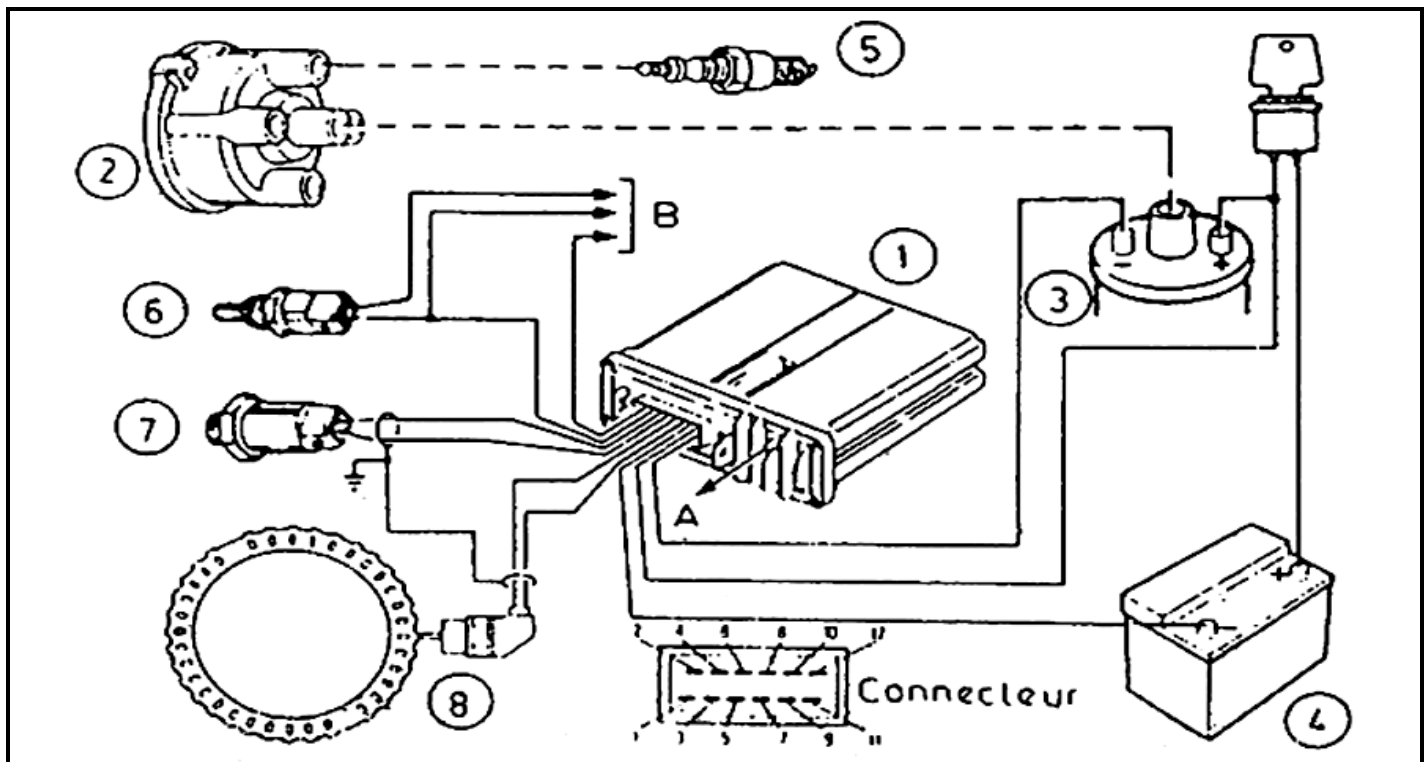

Figure 8 : AEI utilisé dans les systèmes **BOSCH**.
Après plus de 2500 heures de circulation **Mme AGNOUNG Justine** se plaint également d'un dysfonctionnement dans son système d'allumage électronique de sa **NISSAN PATROL**. **figure 8** ci-dessous.
III.1.1 Pour déterminer avec précision le point d'allumage, l'organe **repère 1** sur la **figure 8** ci-dessous a besoin de deux (02) principales informations. Nommer les. (1ptx2=2pts)
III.1.2 A partir de vos propres connaissances et du schéma de la **figure 8** ci-dessus, Remplir le **tableau 4** ci-dessous.